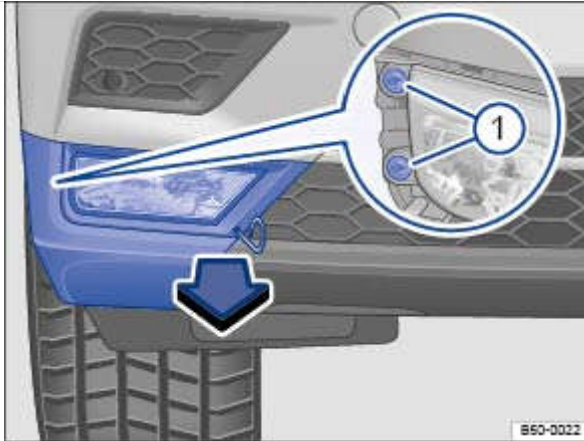

Fig. 275 Dans le pare-chocs avant, du côté droit : dépose du projecteur antibrouillard
2. Prenez l'étrier métallique dans l'outillage de bord et accrochez-le dans l'ouverture située sur le cache → Fig. 275 . Retirez le cache vers l'avant, dans le sens de la flèche.
3. Dévissez les vis de fixation → Fig. 275 ① à l'aide du tournevis faisant partie de l'outillage de bord → Outillage de bord .
11. Vissez fermement les vis de fixation → Fig. 275 ① à l'aide du tournevis.
12. Mettez le cache en place dans le pare-chocs → Fig. 275 .